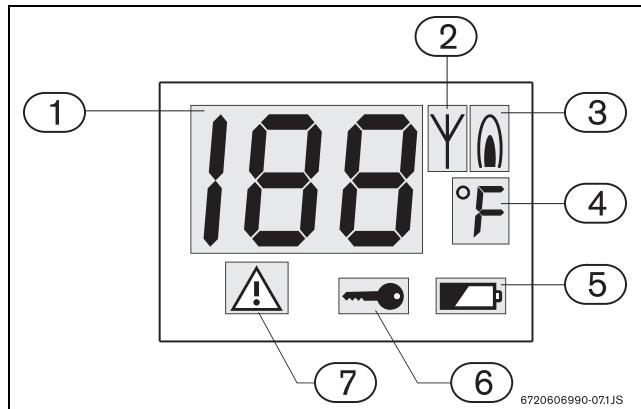

Рис. 6 Многофункциональный ЖК-дисплей
В данном устройстве есть система сообщения об ошибках. Любые возникающие в водонагревателе ошибки указываются кодом ошибки на дисплее (рис. 6, поз. 1) и символом, указывающим на защитную блокировку (рис. 6, поз. 7). ПДУ сможет снова работать только после нажатия кнопки сброса на водонагревателе или устранения ошибки.
При разряде батарей на дисплее появляется символ их разряда (рис. 6, поз. 5).
- ▶ При отсутствии потока горячей воды нажмите и удерживайте кнопки «  » или «  » в течение 5 секунд на заблокированном устройстве (ПДУ или водонагреватель), пока не исчезнет символ «  » (рис. 6, поз. 6).